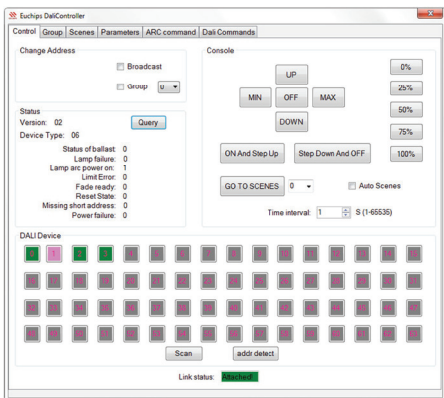

Рис.2. Рабочее окно программы, вкладка «Управление»
- 3.4. Запустите программу управления Euchips DaliController, поставляемую в комплекте с контроллером. (ПО также можно скачать с сайта arlight.ru). На экране отобразится рабочее окно программы (см. Рис.2). Для работы программы необходим пакет Net Framework 4, распространяемый бесплатно.